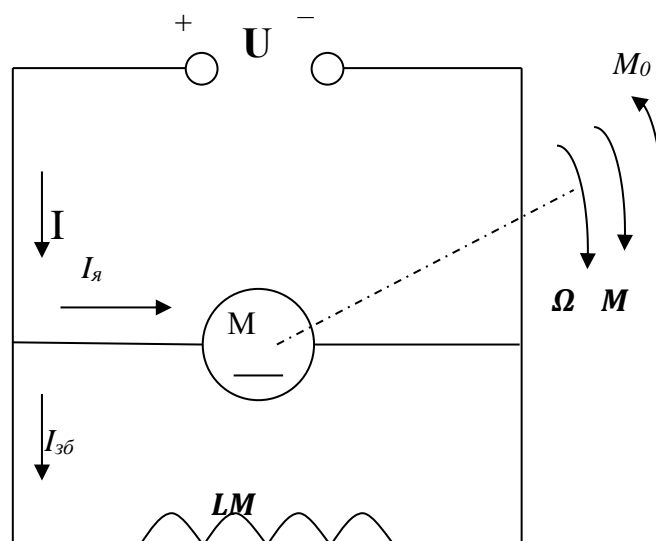

Рисунок 1.1 – Схема живлення двигуна
1. Наведемо схему живлення двигуна (рисунок 1.1) і запишемо основні рівняння енергетичного балансу